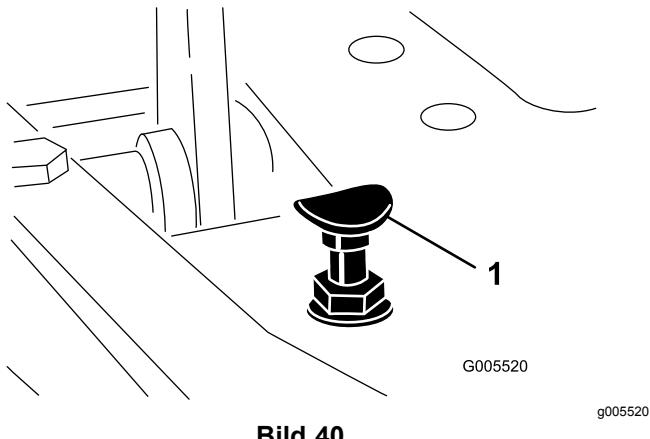

Bild 40
Stellen Sie den Funktionsschalthebel in die TRANSPORT-Stellung und treten Sie auf das Fahrpedal, um die maximale Transportgeschwindigkeit zu erreichen. Wenn das Pedal den Anschlag erreicht (Bild 40), bevor das Kabel gespannt ist, führen Sie folgende Einstellungsschritte aus:
1. Stellen Sie den Funktionsschalthebel in die TRANSPORT-Stellung lösen Sie die Sicherungsmutter, mit der der Pedalanschlag an der Bodenplatte befestigt ist (Bild 40).